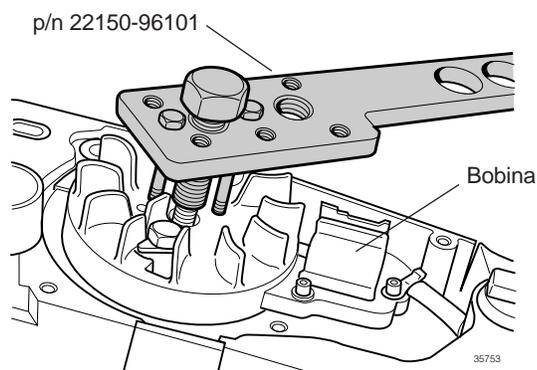

Figura 13.10 Extracción del volante
- Paso 3.** Usar el extractor Shindaiwa Pza. N° 22 150-96101 para retirar el conjunto del volante del cigüeñal. (Figura 13.10)